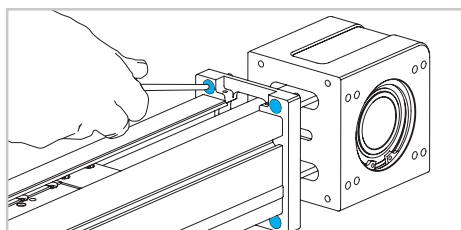

Fig. 14
- 14) Separare la testata motrice dal profilo svitando le 4 viti (Fig. 14).